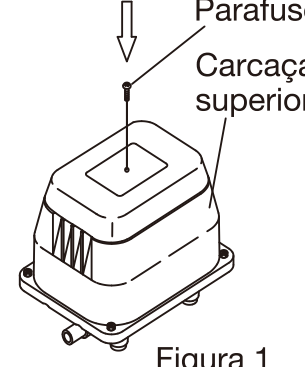

Figura 1
- ① Desligue a alimentação antes de trabalhar.
- ② Remova o parafuso de fixação da tampa do filtro. (Figura 1)